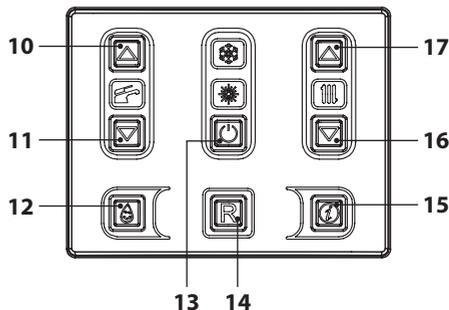
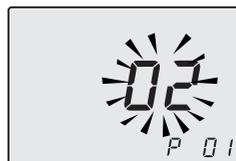

Figura 9.17
Figura 9.18
- Entrare in "modalità programmazione" premendo contemporaneamente per 10 secondi i tasti 13-16-17 (Figura 9.17) fino a far apparire sul display LCD le lettere **P01** che si alternano con il valore del parametro, indicanti l'entrata nel "parametro 01" (Figura 9.18).
- Premendo il tasto 13 (Figura 9.17) si ottiene la conferma del valore inserito.